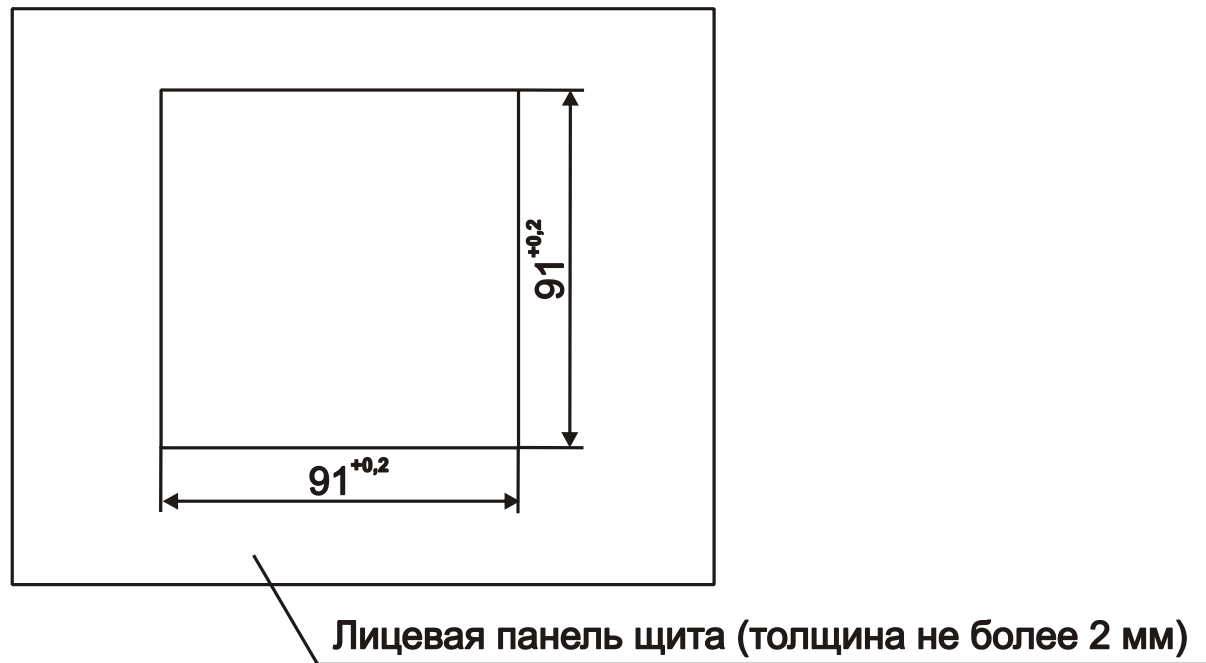

Рисунок 7.1 – Посадочное место под щитовую установку прибора
7.1 Установите прибор на штатное место (см. рис. 7.1) и закрепите его, как показано на рисунке 7.2.